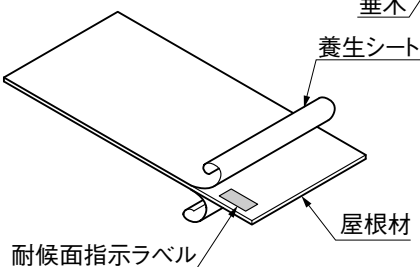

図12-2
- 屋根材は表裏があり、両面とも養生シートが張ってあります。施工時には注意してはがし、表裏指示を守って取付けてください。(図12-2参照)
- 耐候面指示ラベルははがさないで、そのまま取付けてください。(図12-2参照)